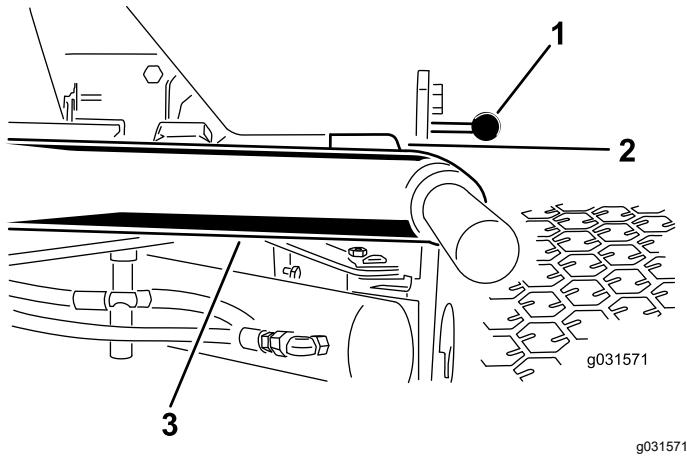

Bild 13
1. Lassen Sie den Motor an, heben die Mähwerke an und vergewissern Sie sich, dass der Abstand zwischen jedem Hubarm und der Halterung der Bodenplatte zwischen 5 mm und 8 mm liegt, siehe (Bild 13).